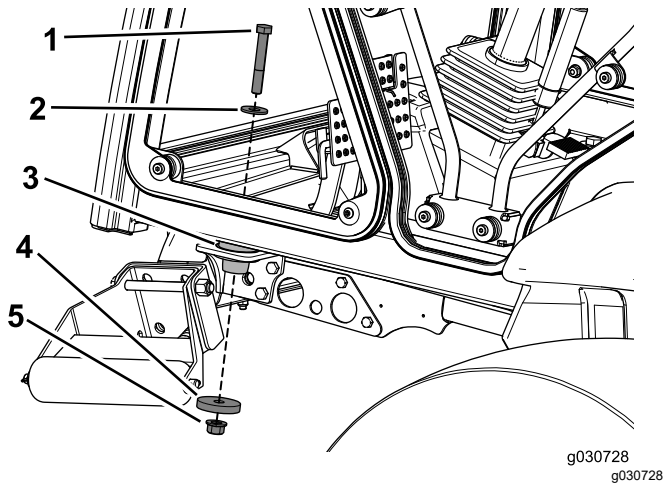

图 29
- 用螺栓 $\frac{1}{2} \times 3\frac{1}{4}$ 英寸、垫圈 $1\frac{3}{8}$ 英寸、垫圈 $2\frac{1}{4}$ 英寸和锁紧螺母 $\frac{1}{2}$ 英寸将驾驶室固定到机器前底座上 图 29。